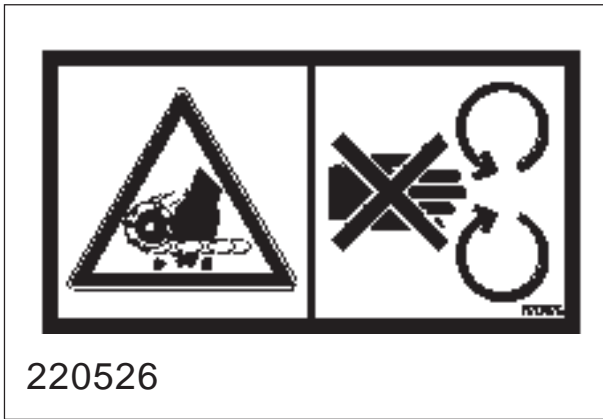

Fig. 18
**Advarselsskilt 220526** (fig. 18). Fingrer kan kuttes dersom de kommer mellom drivkjede og kjedehjul.